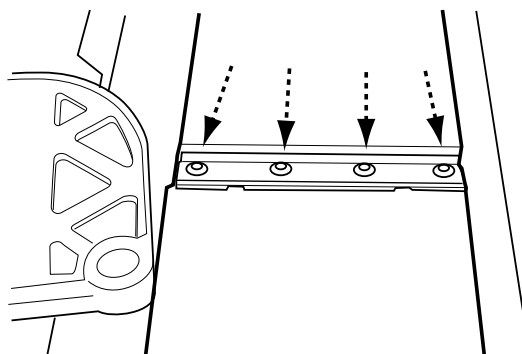

FIGURA 8
6. Afloje los cuatro tornillos que sujetan la barra sujetadora a la cabeza de corte. Vea la figura 8.